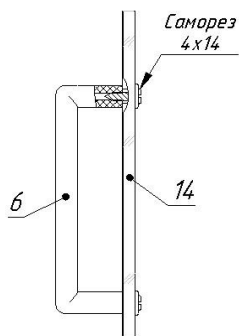
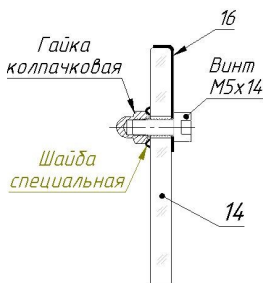

Рис. 1
Рис. 2
4.4. Установить на стеклянные двери (14) ручки (6) (см. рис.1) и накладки магнитной защелки (16) (см. рис.2).